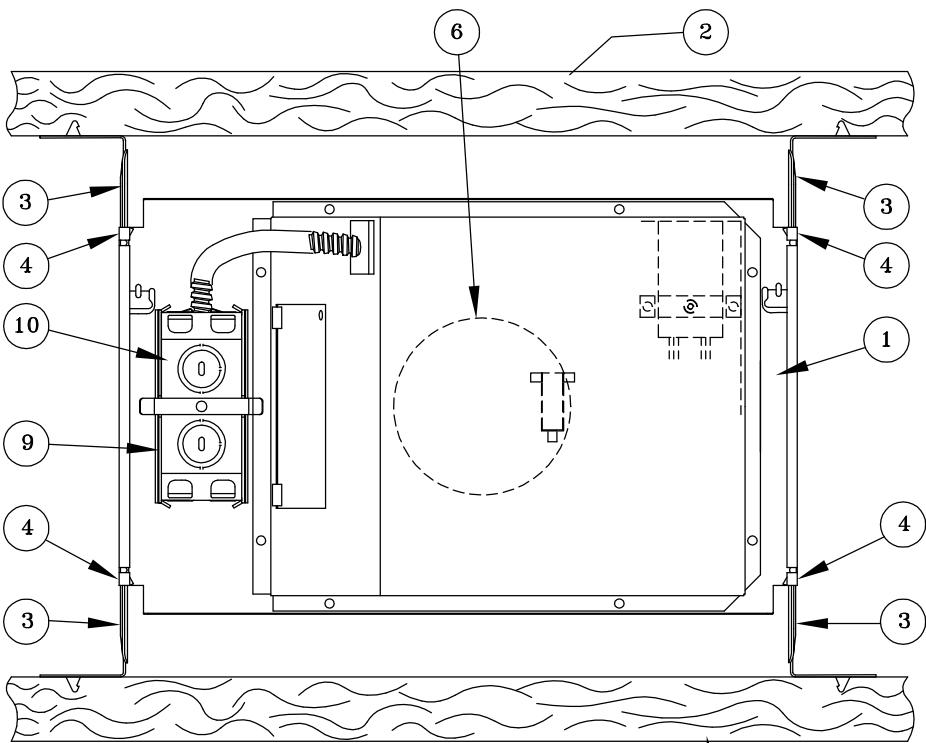

Fig. 1
When Fixture is in desired position, Crimp Four Plaster Frame Ends (4) with Pliers to lock in place. (See Fig.1 and 2)
- 1- Tenga el marco de yeso (1) entre las viguetas (2) y alargue las barras colgantes (3) de manera que entren en contacto con las viguetas. Asegúrese de que la base del marco de yeso (1) esté enrasado y alineado con el borde inferior de las viguetas. Clave las pestanas de las barras colgantes en las viguetas. Hunda clavos también en los agujeros de las barras colgantes para proporcionar soporte adicional si es necesario. Se puede encorvar las barras colgantes para acomodarse a condiciones estrechas de montaje. Cuando la lámpara esté en la posición deseada, doble los cuatro extremos del marco de yeso (4) con alicates para cerrar todo en posición. (Véase Fig. 1 y 2)
- 1- Tenez le cadre de plâtre (1) entre les solives (2) et allongez les barres en potence (3) contre les solives. Assurez-vous que le fond du cadre de plâtre (1) est à ras de et aligné avec le bord des solives. Enfoncez les pattes des barres en potence dans les solives. Enfoncez des clous dans les trous des barres en potence dans le cas où plus de support est désiré. Les barres de potence peuvent être courbées pour s'adapter aux conditions étroites de montage. Quand la lampe est dans la position désirée, pincez les quatre bouts du cadre de plâtre (4) avec une pince pour serrer en place. (Voir Fig. 1 et 2)